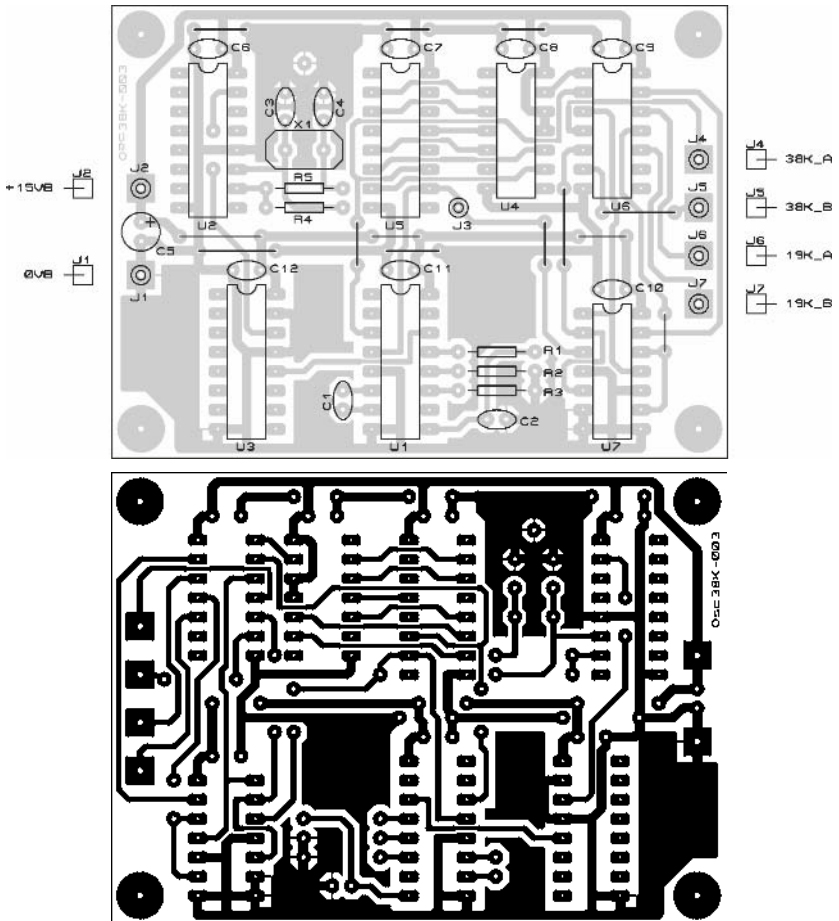

Figure 6.18
**Tentatoo** – Bien sûr que je peux vous aider, je vous l’ai proposé dès le début des opérations. Je vous laisse le détail du câblage en **figure 6.18**, afin que vous puissiez suivre un peu ce que je fais, et me corriger le cas échéant.